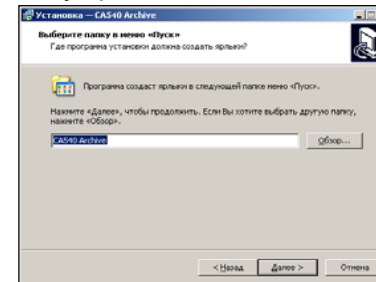

Рисунок 8.14
3) Визначити місце розташування ярликів програми в меню "Пуск", для чого у вікні (рисунок 8.14) слід або погодитись з запропонованою папкою, або вибрати інший варіант, клацнувши по кнопці [Обзор]. Для продовження виконання встановлення програми клацнути по кнопці [Далее].